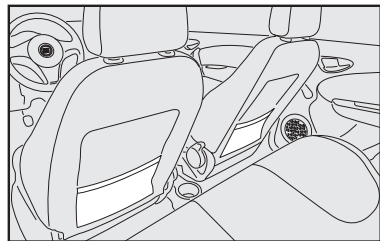

fig. 64
- para algumas versões, uma bolsa porta-objetos na parte posterior do encosto dos bancos dianteiros **fig. 64**.